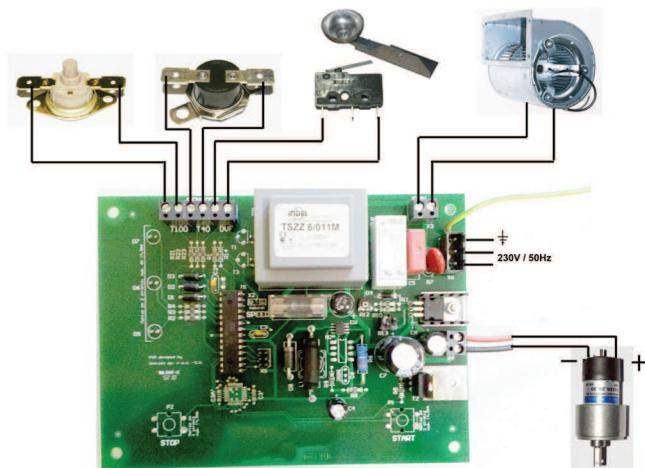

Fig. 1
- Fig. 1 Comanda - controler aerotermei